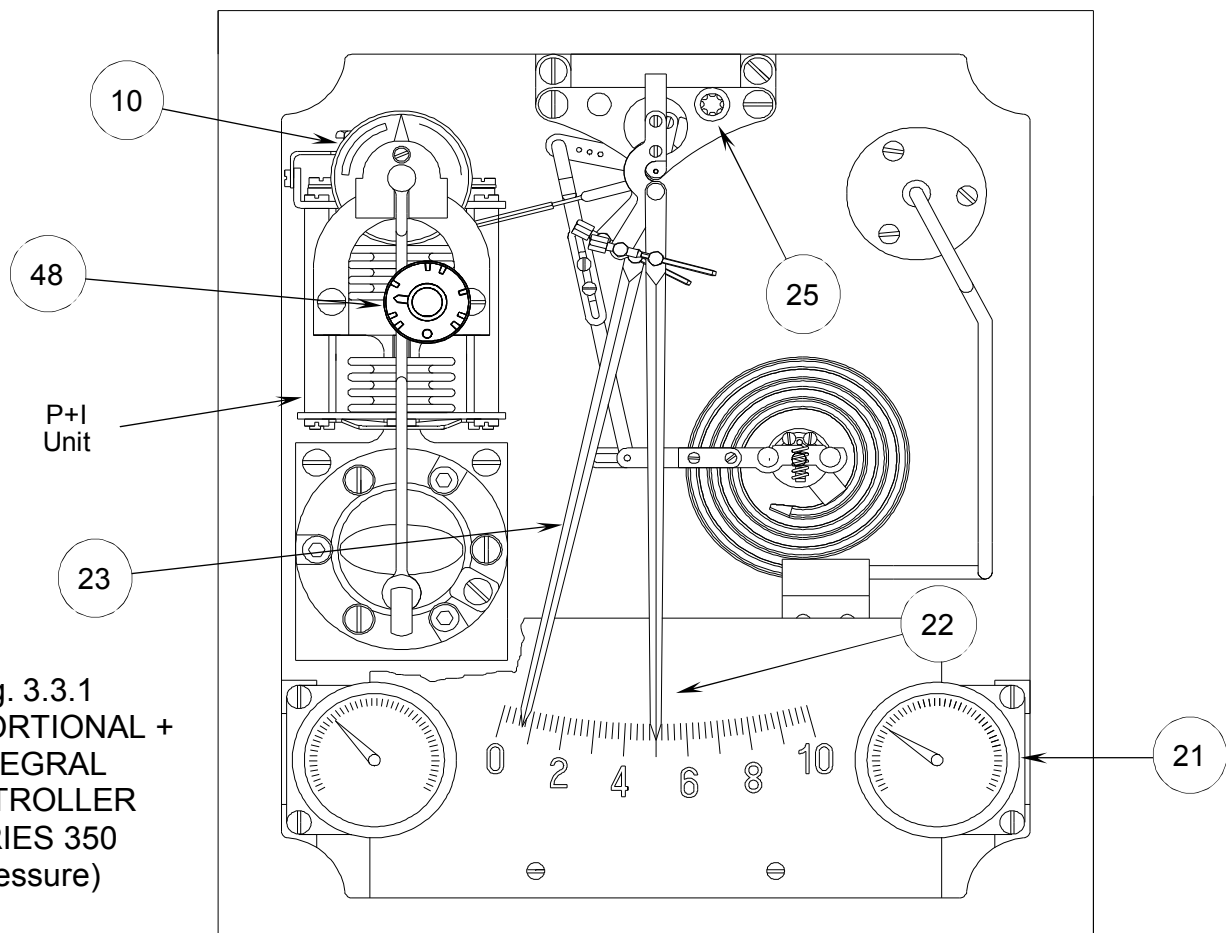

Fig. 3.3.1
3.3. PROPORTIONAL + INTEGRAL CONTROLLER (P+I) (Fig. 3.3.1)